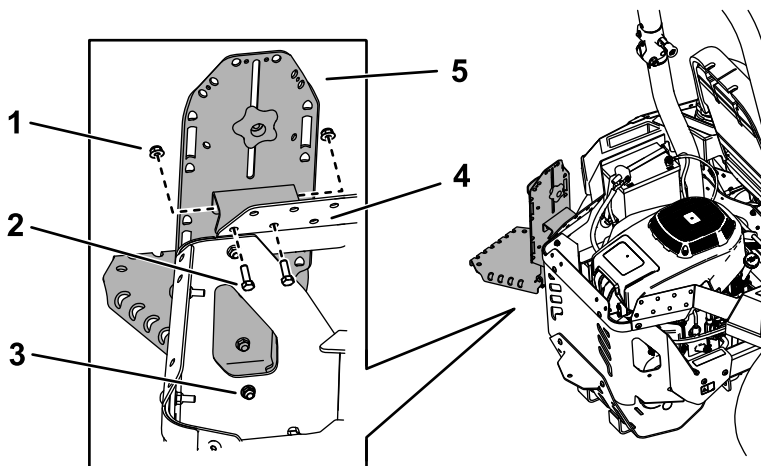
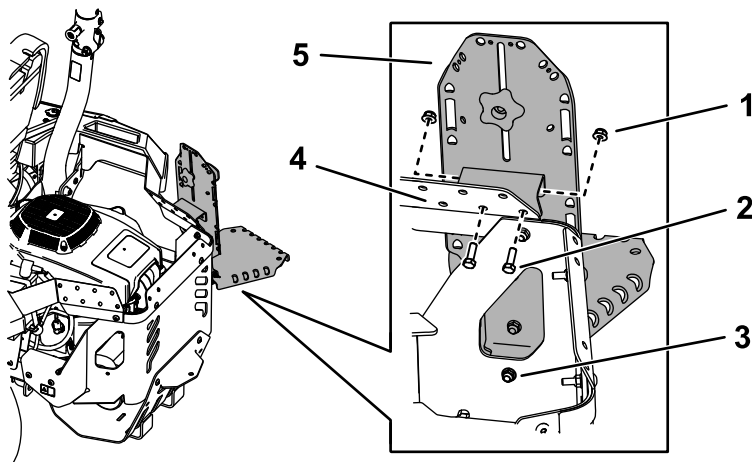

Figura 13
Figura 14
1. Sujete el conjunto del soporte al protector lateral superior usando 2 pernos (5/16" x 1") y 2 tuercas (5/16"), según se muestra en Figura 13 o Figura 14.
3. Fije la parte inferior del soporte principal al protector del motor con 1 perno de cuello cuadrado (5/16" x 7/8") y 1 tuerca (5/16"), tal y como se muestra en la Figura 13 o en la Figura 14.